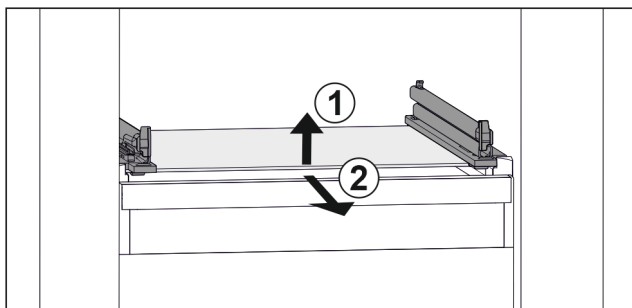

Fig. 44 Voorbeeldweergave van glasplaat
- ▶ Glasplaat aan de voorkant optillen. Fig. 44 (1)
- ▶ Glasplaat naar voren toe verwijderen. Fig. 44 (2)